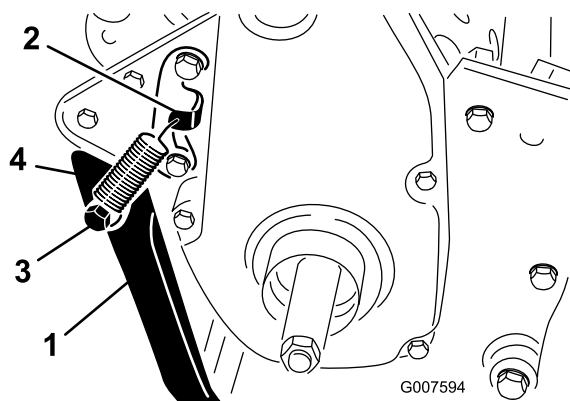

Bild 7
Ständer mit den Befestigungslöchern am Hinterrahmen aus (Bild 7).
- Montieren Sie den Ständer an jeder Seite des Rahmens mit einer Schraube, einer Sicherungsscheibe, einem Distanzstück, einer Flachscheibe und Sicherungsmutter (Bild 7). Legen Sie das Distanzstück in das Befestigungsloch des Ständers ein.